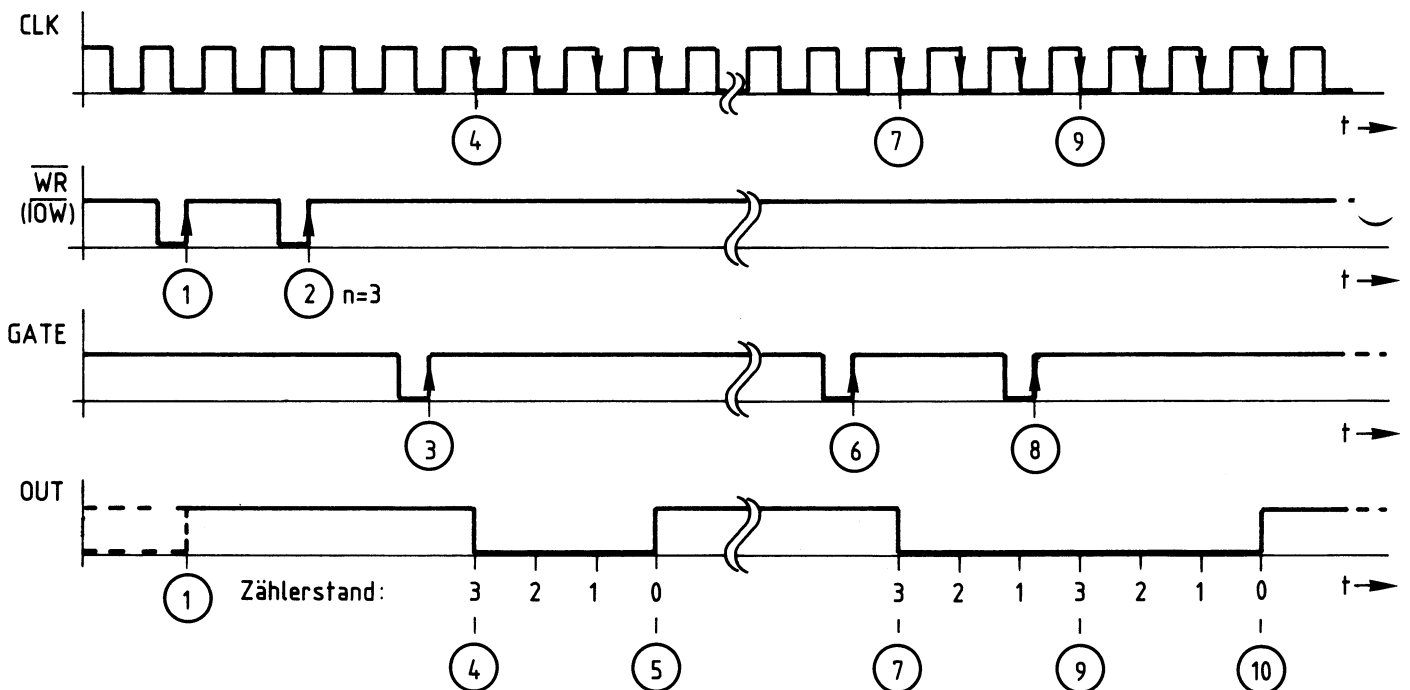

Bild 17: Impulsdia-gramm zur Betriebsart 1
Bild 17 zeigt die wichtigsten Zusammenhänge der Betriebsart 1 im Impulsdia-
Erläuterungen zu Bild 17:
- (1) Mit der positiven Flanke des $\overline{\text{WRITE}}$ -Signals (" $\overline{\text{IOW}}$ ") wird das Steuerwort für die Betriebsart 1 in das Steuerwort-Register des Bausteins geschrieben. Der Ausgang "OUT" führt nun H-Signal, der Zähler arbeitet jedoch noch nicht.
- (2) Nun wird der Zähleranfangswert mit einem oder mit zwei Schreibzyklen (je nach Definition lt. Bild 9) in das Zwischenregister geladen. In Bild 17 wird der Wert "3" mit einem Zyklus geladen. Die Zählung beginnt jedoch noch nicht.
- (3) Erst eine positive Signalflanke am GATE-Anschluß triggert die Schaltung bzw. löst das Zählen aus.
- (4) Durch den nächsten Takt erfolgt die Übernahme des Zähleranfangswertes vom Zwischenregister in das Zählregister. Die Zählung beginnt. Mit jedem weiteren Takt verringert sich der Zählerstand um den Wert "1".
- (5) Drei Takte nach der Zählerübernahme ist der Zählerstand "0" erreicht, und "OUT" nimmt H-Pegel an. Hierdurch meldet der Zähler, daß er seine Arbeit beendet hat. "OUT" führt nun solange H-Pegel, bis die Monostabile Kippstufe erneut getriggert wird.
- (6) Nach einer beliebigen Zeit trifft wieder eine neue positive Signalflanke am GATE-Anschluß ein.
- (7) Durch Übernahme des Zähleranfangswertes in den Zähler beginnt der Zählvorgang erneut.
- (8) Während des Zählens wird die Stufe nachgetriggert.
- (9) Der Zähler wird durch das Nachtriggern wieder mit seinem Anfangswert geladen und beginnt von vorn zu zählen.
- (10) Nach weiteren drei Takten hat der Zähler den Stand "0" erreicht und nimmt an "OUT" H-Signal an. Der Zählvorgang wurde durch die Nachtriggerung um den Zeitabschnitt von (7) bis (9) verlängert.